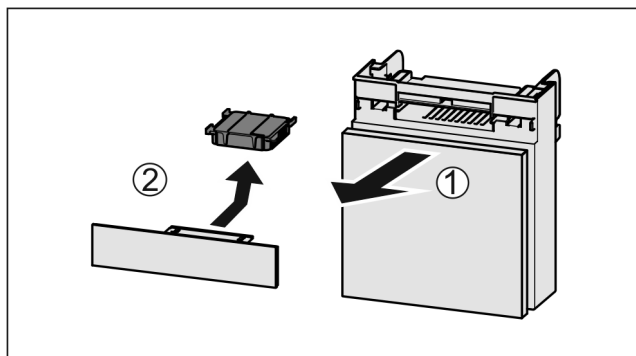

Fig. 214
- ▶ Zásuvku vytáhněte dopředu Fig. 214 (1).
- ▶ Filtr s aktivním uhlím vyjměte Fig. 214 (2).